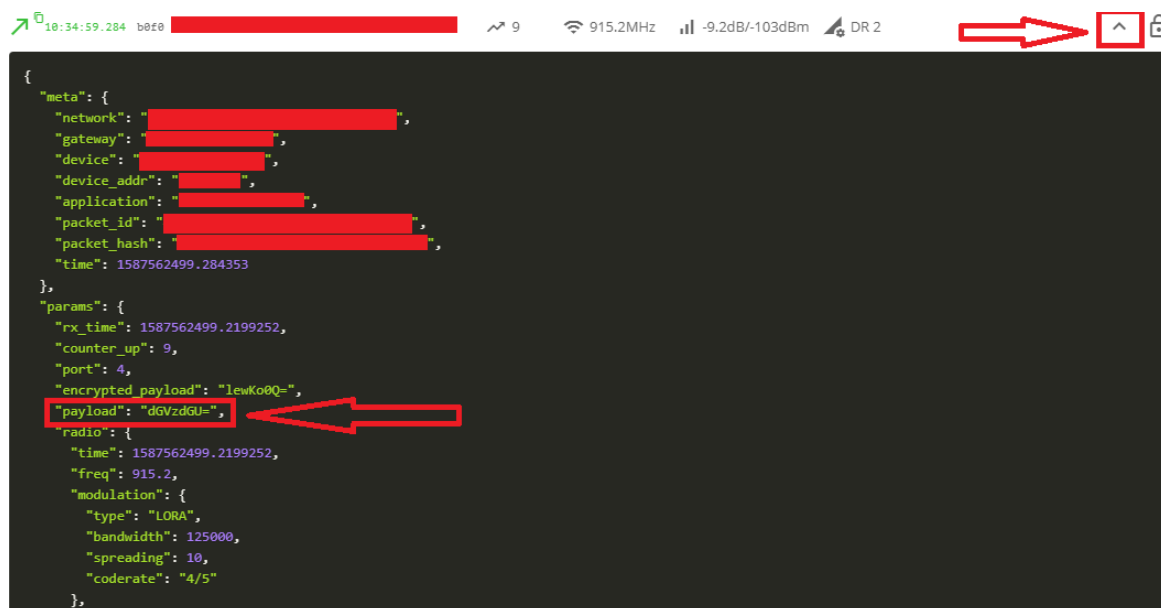

Figura 18: Visualização dos pacotes
- ▶ Se o processo ocorreu corretamente, na seção Live Stream, deverão aparecer os pacotes recebidos, estes são identificados por uma seta verde para cima (uplink), conforme a Figura . A Everynet informa o pacote json que foi recebido, para verificar o payload recebido, expanda o pacote recebido e vá para campo "payload" em "params", conforme a Figura 18. Este campo mostra a informação em base64. No exemplo, a sequência "dGVzdGU=" em base64 corresponde a string "teste" em ASCII. Utilize algum programa para converter de base64 para o formato desejado.